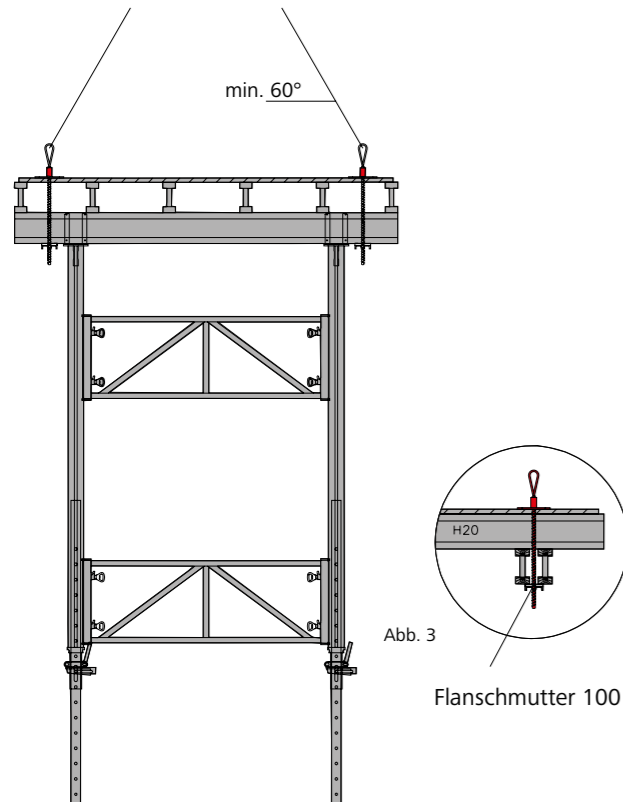

Abb. 2
- Durch Sichern mit Flanschmutter 100 (Abb. 2 und Abb. 3)
Falls keine Trägergabel MEP eingesetzt wird, muss die Umsetzschlaufe MEP außerhalb der Trägergabel montiert werden. In diesem Fall wird mit einer Flanschschraube 18 verspannt (Abb. 2 und 3).